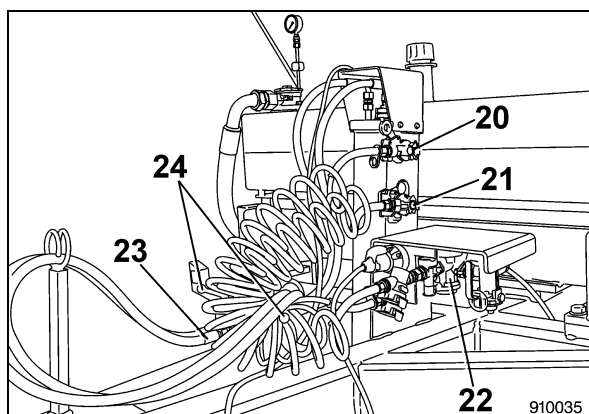

Bild 11
- Zuerst Bremsschlauch gelb 20 (Bild 11) (Bremse), dann Bremsschlauch rot 21 (Vorrat) am Zugfahrzeug anschließen.
- Schnelltrennkupplungen reinigen und Hydraulische Verbindung (23) zum Zugfahrzeug herstellen.